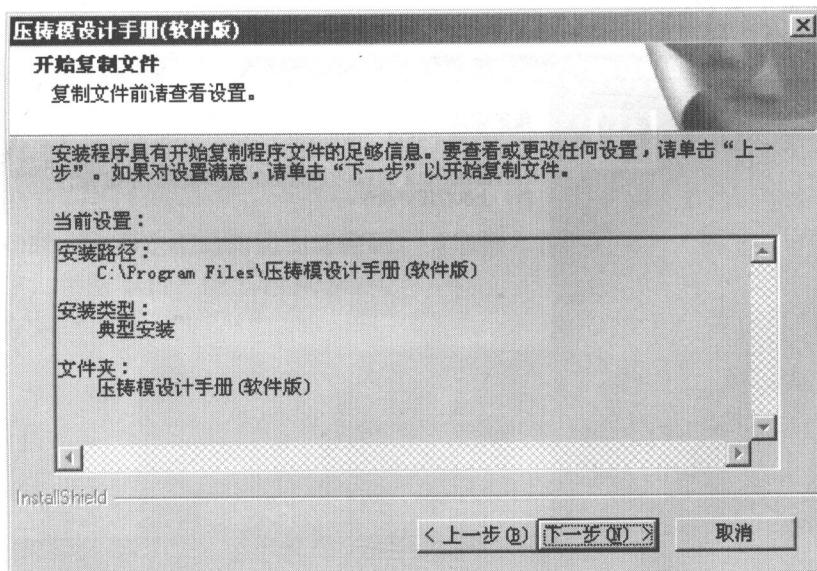
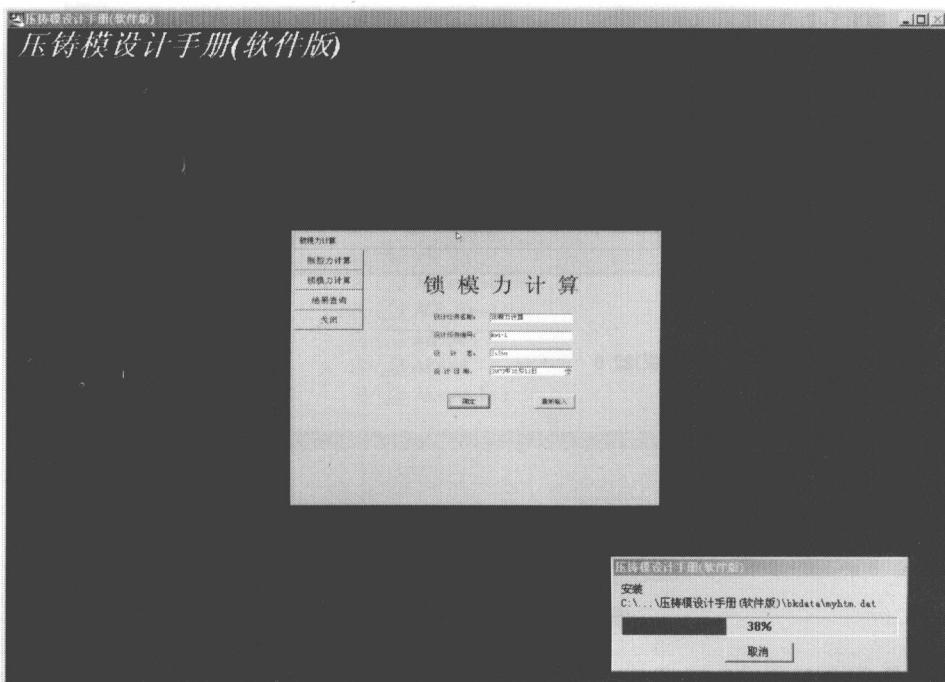

图 1-9 查看设置界面
图 1-10 显示安装进度界面
(9) 单击“下一步”按钮，安装程序将把软件复制到硬盘上，时间的长短取决于用户选择的安装类型。在复制文件前请查看设置界面，如图 1-9 所示。如果对设置满意，单击“下一步”按钮。在安装程序复制文件的过程中，进度条显示安装进行的百分比，并提示安装复制的文件和目录，如图 1-10 所示。在安装过程中，随时可以单击“取消”按钮退出安装程序。